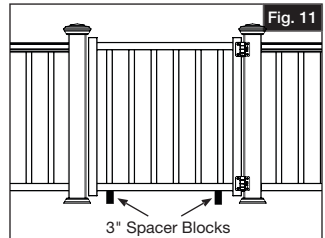

Fig. 11
- Cut two temporary wood blocks 3" tall (not included), and rest bottom rail of gate on them. Align gate between the posts (Fig. 11).
- Cortar dos bloques de madera temporales a una de altura de 3" (7,62 cm) (no incluidos), y descansar el travesaño inferior del portón sobre ellos. Alinear el portón entre los postes (Fig. 11).